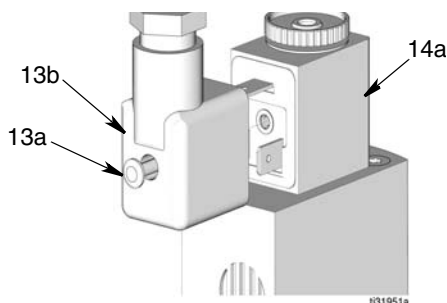

FIG. 36
7. Allentare la vite (13a) sul retro del connettore della valvola a solenoide tipo mini DIN (14a) e scollegarlo dal connettore della valvola a solenoide (14a). Smaltire il gruppo cavo (FIG. 36).
3. Ricollegare il connettore DIN (13b) al connettore della valvola a solenoide (14a) (FIG. 36).